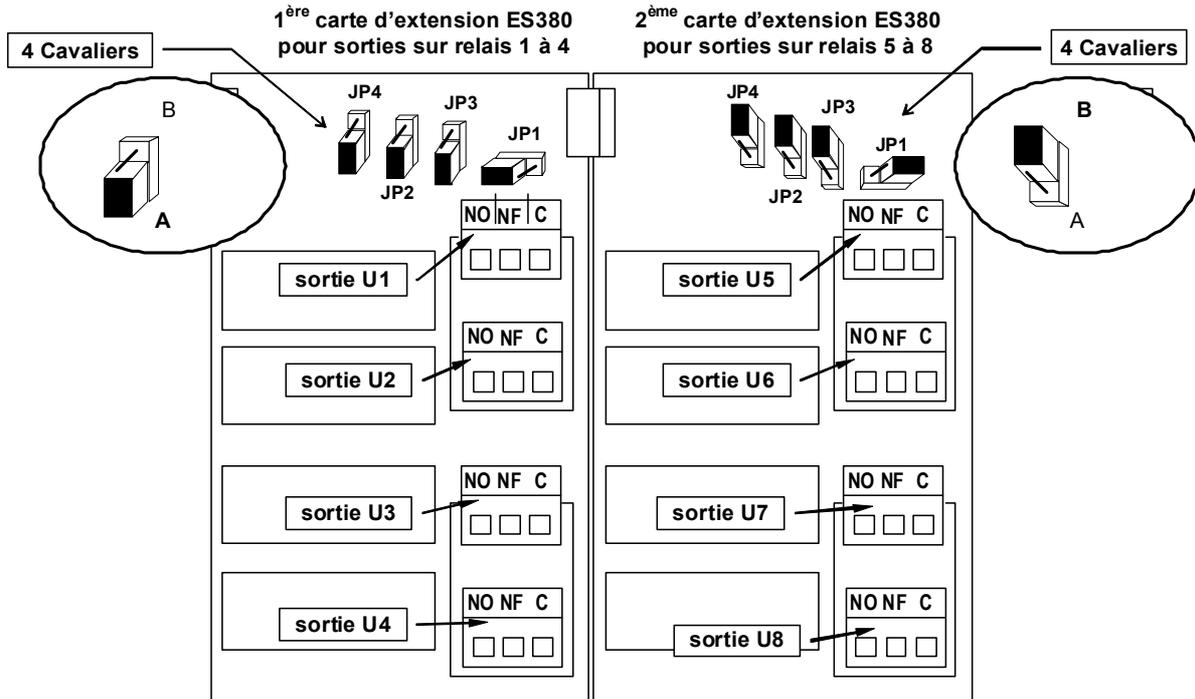

Fig 9 - Sorties à relais sur carte d'extension ES380
**ATTENTION:** La 1ère carte ES380UR se pré-positionne avec les 4 cavaliers sur "A", cependant que la 2ème se pré-positionne en déplaçant les 4 cavaliers sur "B". (fig. 9)